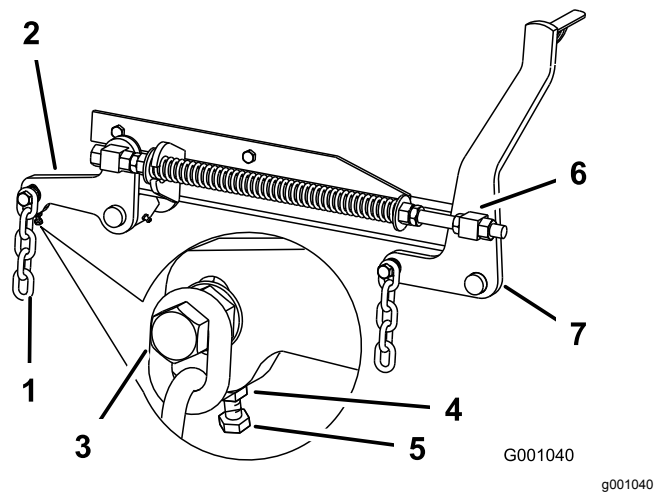

Figura 75
7. Se le misure al punto **B** o **C** non sono esatte, allentate il bullone che monta la catena posteriore al braccio di supporto posteriore (**Figura 75**).
8. Allentate il controdado sotto il braccio di supporto posteriore e regolate il bullone di regolazione a un valore tra 7,9 e 8,3 cm (**Figura 75**).
7. Allentate di 13 mm circa i controdadi delle parti girevoli anteriori destra e sinistra (Figura 75).
8. Regolate i dadi di sollevamento sui lati destro e sinistro della macchina finché la parte anteriore della macchina non risulta più bassa di 6–10 mm davanti, al punto **A**, rispetto alla parte posteriore al punto **B** (Figura 75).